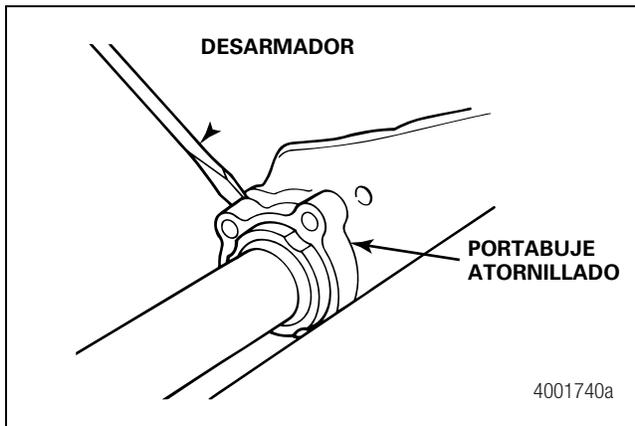

Figura 5.4
3. Use un desarmador para separar el portabuje atornillado hacia fuera del orificio de retención de la araña. El buje tiene ranuras para facilitar su desmontaje. Figura 5.4.